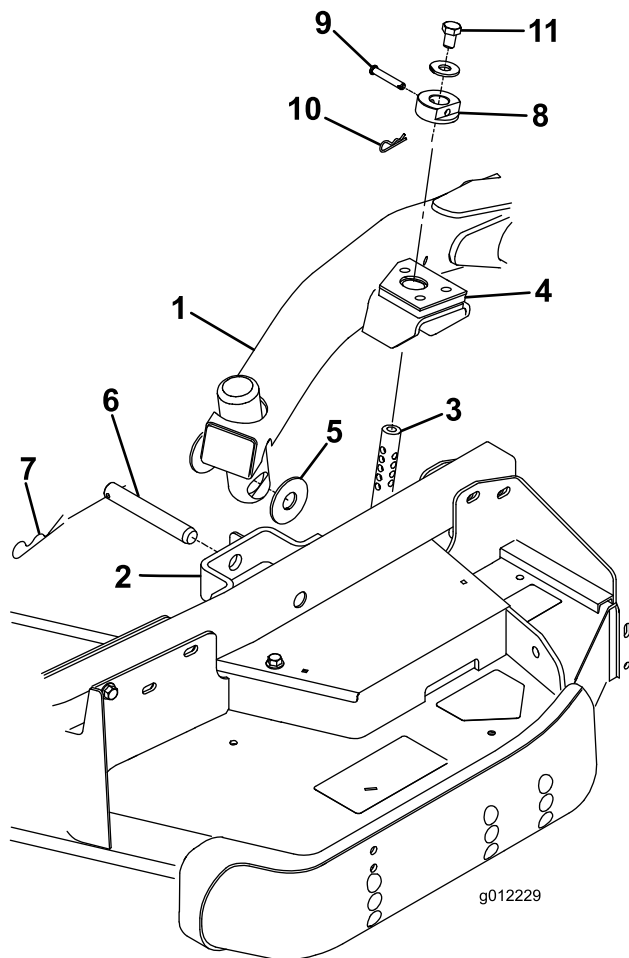

Figura 5
2. Mueva la palanca de elevación a la posición de FLOTACIÓN. Empuje hacia abajo uno de los brazos de elevación hasta que los taladros del brazo de elevación estén alineados con los taladros del soporte del brazo de la rueda giratoria, y la varilla de ajuste de la altura de corte pueda introducirse en los alojamientos del brazo de elevación (Figura 5).
3. Fije el brazo de elevación al brazo de la rueda giratoria con las 2 arandelas de empuje, un pasador y una chaveta. Coloque las arandelas de empuje entre el brazo de elevación y el soporte del brazo de la rueda giratoria (Figura 5). Introduzca el extremo del pasador en la ranura de la pestaña del brazo de la rueda giratoria para retener el pasador.
7. Instale los collares de ajuste de la altura de corte sobre las varillas de ajuste de la altura de corte y fíjelos con los pasadores y las chavetas (Figura 5). Oriente la cabeza del pasador hacia la parte delantera de la carcasa, si es posible.
8. Instale un perno ($\frac{1}{2}$ " x $\frac{3}{4}$ ") y una arandela en la parte superior de cada varilla de ajuste de la altura de corte (Figura 5).